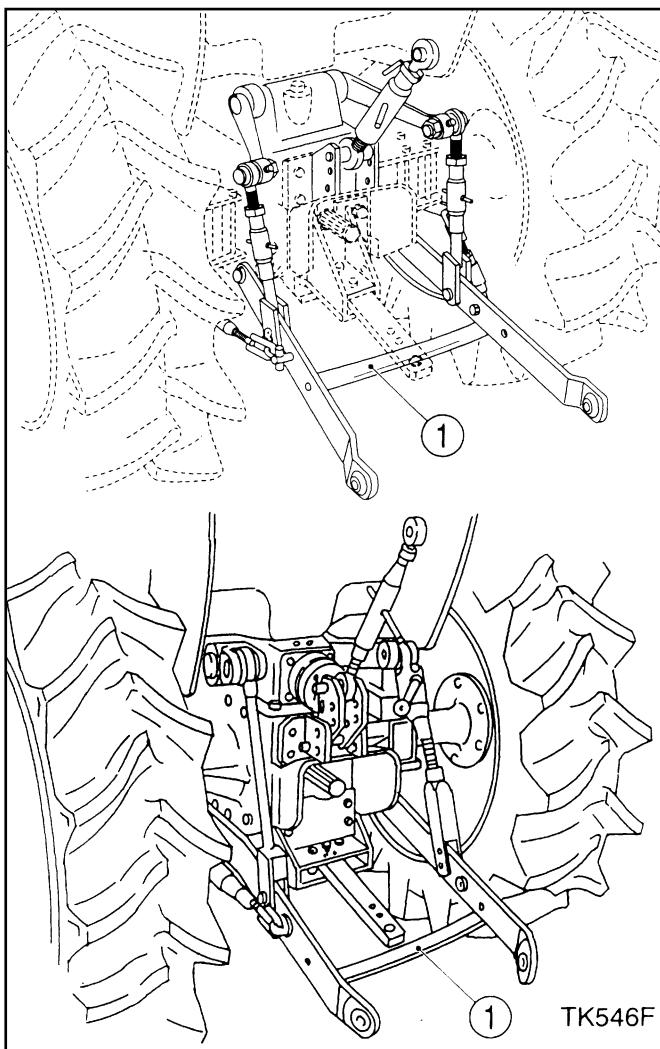

FIG. 67 / ABB. 67 / FIG. 67
Déconnectez les raccords inférieurs des goupilles de l'accessoire. Veillez à ce que les raccords inférieurs soient interconnectés par la courroie en caoutchouc (1) (voir Fig. 67) afin d'éviter qu'ils ne touchent les pneus.
Die unteren Lenker von den Tragzapfen des Anbaugeräts lösen. Dann unbedingt die beiden Lenker mit dem Verbindungsriemen (1) in Abb. 67 verbinden, damit sie beim Fahren nicht gegen die Reifen schlagen können.
Maak de hefarmen los van de pennen in het werk具ig. Maak de hefarmen aan elkaar vast (1) in Fig.67 om te vermijden dat ze tussen de achterwielen raken. Neem plaats in de bestuurderszetel, start de motor en rij de tractor weg van het werk具ig.